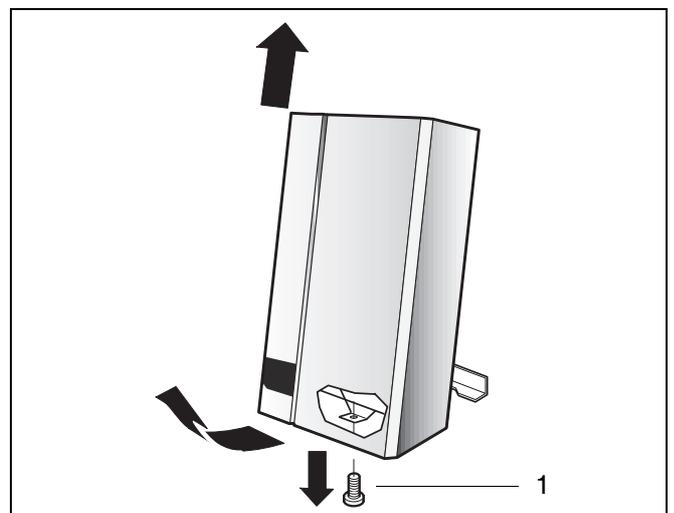

Fig. 7 Togliere il rivestimento
- Allentare la vite di fissaggio (fig. 7, pos. 1).